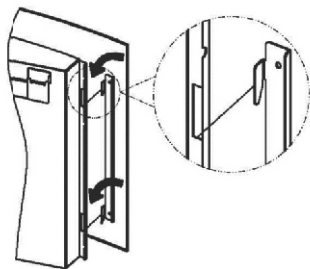

Fig.4
-Posizionare il pannello di vetro anteriore sulla parte anteriore del camino elettrico allineando i ganci su ciascun lato del pannello di vetro con le fessure su ciascun lato dell'alloggiamento del camino elettrico. Fare riferimento alla Fig.4. Quindi far scorrere verso il basso il pannello di vetro in posizione. Anche in questo caso saranno necessarie due persone per completare questa operazione.